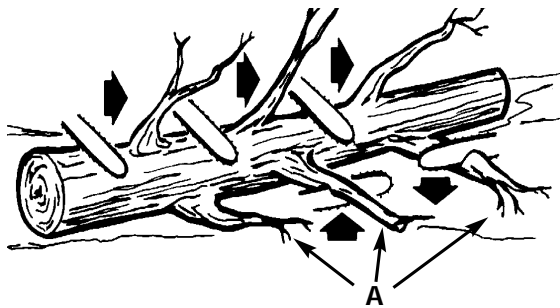

Fig. 12
El desramado es el proceso por el cual se remueven las ramas de un árbol caído. No remueva las ramas de soporte (A) hasta que el tronco es aserrado (cortado) en piezas (Fig. 12). Las ramas bajo tensión deberán ser cortadas desde abajo para evitar el doblado de la sierra-de-cadena.